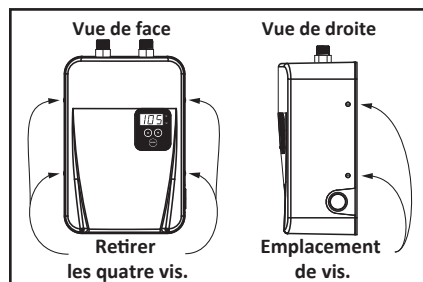

Figure 5 - Démontez le capot avant.
1. Pour enlever le capot avant du chauffe-eau, retirer les deux vis de gauche et les deux vis de droite. Une fois les vis retirées, tirer avec précaution sur le capot pour le dégager de l'appareil et le mettre de côté. Voir Figure 5.